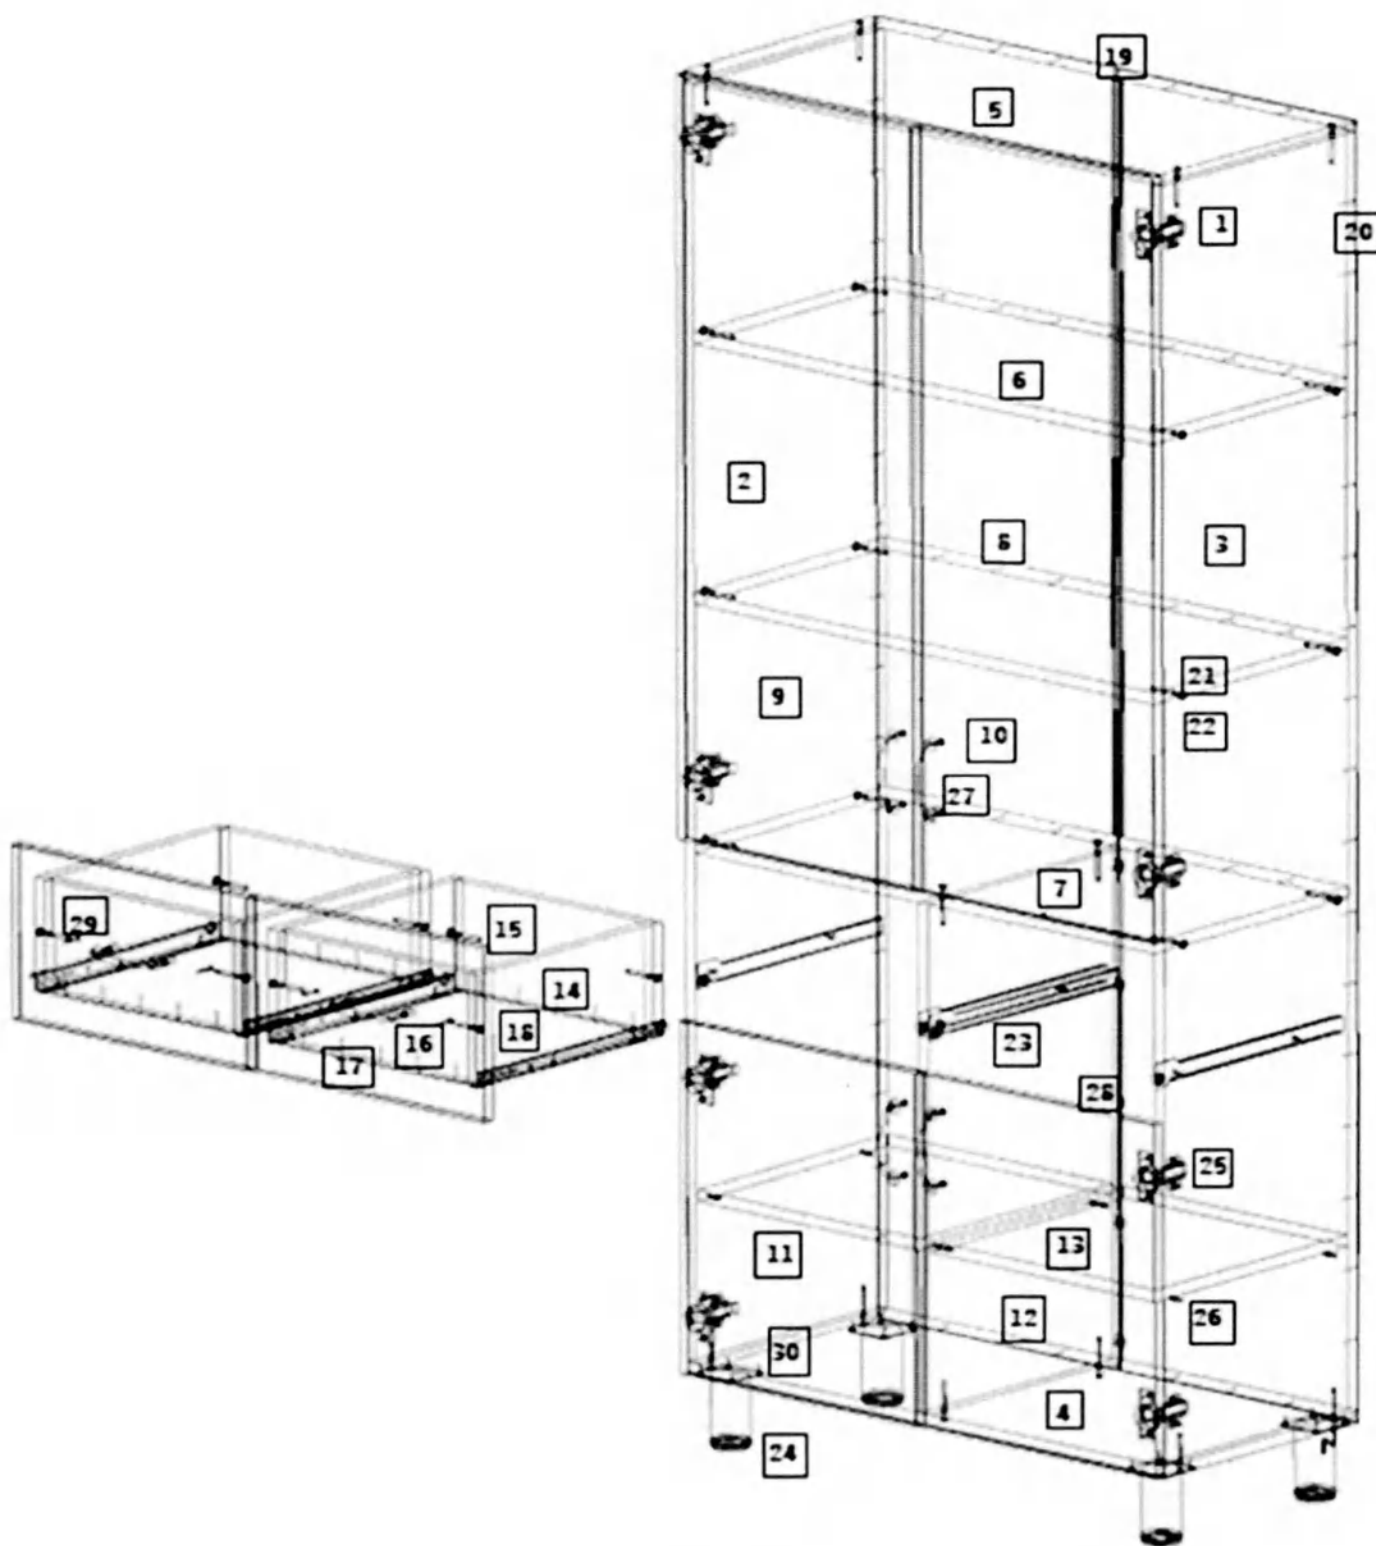

Рис. 1
1. Внимательно ознакомьтесь со схемой сборки, изображённой на рис. 1, сверяясь со спецификацией на изделие. Согласно схеме и спецификации определите расположение деталей в изделии и порядок их сборки. Сборка производится на ровном полу, укрытом материалом, предотвращающим повреждение покрытия пола и деталей мебели. В качестве такого материала возможно использовать упаковочный гофрокартон. Подготовьте необходимые для сборки инструменты – плоскую и крестовую отвёртки, молоток, рулетку или линейку, шуруповёрт.
2. На боковых стенках (1,2) и средней стенке (7) шурупами 4×16 (36) закрепите [- образные части роликовых направляющих (30), на боковых стенках (1,2) - ответные планки петель (32).
3. Евровинтами (28), как показано на рис.1, соедините вертикальные стенки (1,2,7) с горизонтальными стенками (3,4,5,6). Задние стенки (20) закрепите к собранному каркасу шкафа гвоздями (27), предварительно установив встык соединительный профиль (26). Для крепления задних стенок (20) к средней стенке (7) используйте специальные скрепки (34) и шурупы 4x16 (36). При помощи шурупов 4x16 (36) установите на горизонтальной нижней стенке (3) регулируемые опоры (31). На видимые головки евровинтов (28) установите заглушки (29).
4. На дверях (8,9) шурупами 4×16 (33) закрепите петли (32). Установите ручки (33). Двери (8,9) закрепите к боковым стенкам шкафа (1,2) шурупами 4×16 (36). При необходимости отрегулируйте положение дверей винтами петель.
5. Сборка антресоли. На боковых стенках (21) шурупами 4×16 (36) закрепите ответные планки петель (32). Евровинтами (28), как показано на рис.1, соедините боковые стенки (21) с горизонтальными стенками (22). Заднюю стенку (25) закрепите гвоздями (27). На видимые головки евровинтов (28) установите заглушки (29).
6. На двери шурупами 4×16 (36) закрепите петли (32). Установите ручку (33). Дверь закрепите к боковой стенке шурупами 4×16 (36). Установите антресоль на шкаф. При необходимости отрегулируйте положение двери винтами петель.
7. Сборка ящиков. Евровинтами (28) соедините боковые стенки ящика (10,14), с передней (12,16), и задней (11,15) стенками. Дно ящика (19) закрепите к передней (12,16) и задней (11,15) стенке гвоздями (27). Установите роликами назад J- образные части направляющих (30) и закрепите их шурупами 4×16 (36). Шурупами 3.5×30 (35) закрепите фасад (17,18) к передней стенке ящика (12,16). Установите ручку (33). Установите собранные ящики в корпус шкафа.